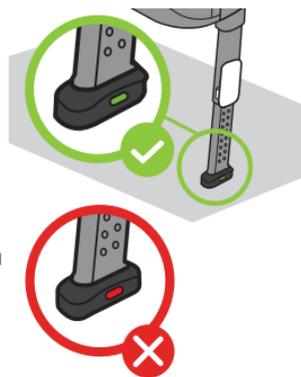

Figure 48
- Tirez et tenez le bas de la poignée de réglage de le piètement de charge (1).
- Saisissez le piètement de charge et tirez-le pour l'étirer jusqu'à ce qu'il touche le plancher du véhicule (2).
- Vérifiez que l'indicateur de pression de le piètement de charge est passé du rouge au vert, comme indiqué dans la **Figure 48**. Si l'indicateur reste rouge après le verrouillage de le piètement de charge en position, étirez encore une fois le piètement de charge pour augmenter le contact entre le plancher du véhicule et le piètement de charge.